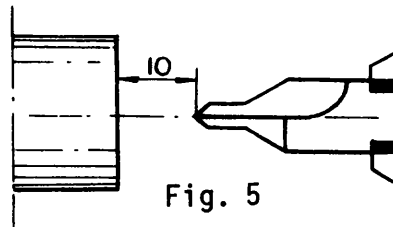

Fig. 5
- c Aproxime la broca al material desplazando el cabezal móvil (fig. 5).